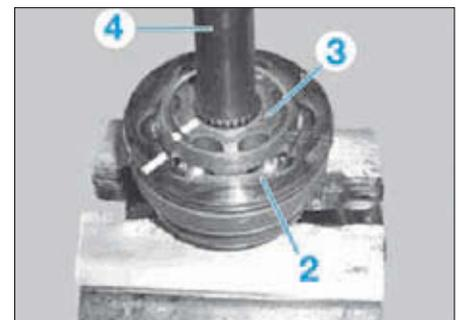

FIG. 14
- Retirer le soufflet avec son capuchon (1) du joint homocinétique et le repousser sur l'arbre.
- le joint homocinétique (2) sur le croisillon (3) de l'arbre (4) à l'aide d'un mandrin approprié (Fig.14),